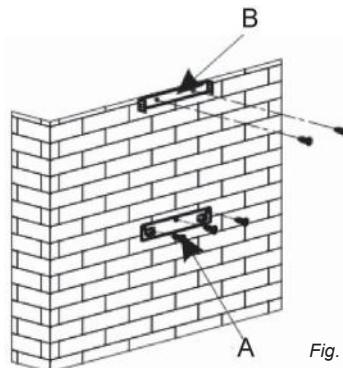

Fig. 1
- Tracez sur le mur les 3 trous que vous devez percer en utilisant le crochet de suspension de la hotte fourni et en respectant la distance conseillée (pièce A fig. 1).
- Fixez le support de fixation de la hotte en veillant à ce qu'il soit parfaitement de niveau (pièce A fig. 1).
- Calculez la hauteur finale pour fixer l'étrier en U de support de la cheminée (pièce B fig. 1).
- Percez les 2 trous de 8mm et fixez l'étrier de support de la cheminée en faisant attention qu'il soit bien dans l'axe de la hotte (pièce B fig. 1).